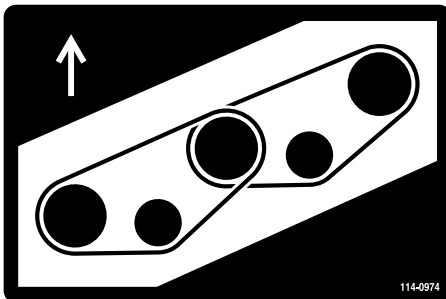
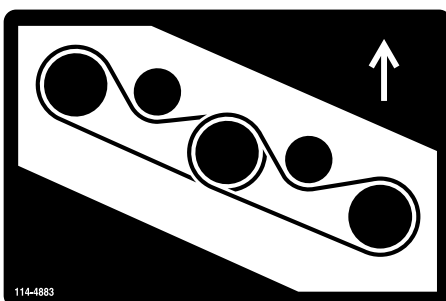

Figure 85
Figure 86
- Acheminez la courroie neuve autour des poulies d'axe et de l'ensemble poulie de tension, comme indiqué à la Figure 85 et Figure 86.